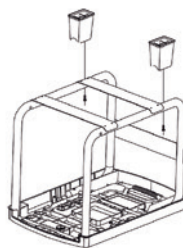

Fig.3
3. Encache o chassi ao motor com os 6 parafusos do chassi (Fig.3)